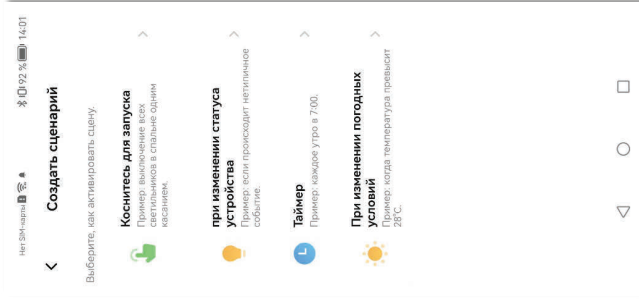

Рисунок 14.
- 2) В появившемся окне типа сценария выберите пункт «**При изменении статуса устройства**» (рис. 14).